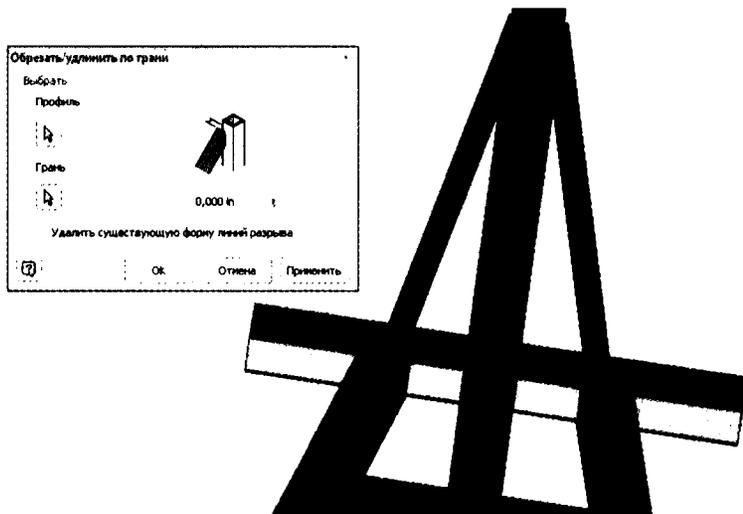

Рис. 11.9. Выбор плоскости, по которой будут обрезаны части рамы
4. Щелкните плоскость, которую пересекают выбранные элементы, как показано на рис. 11.9, затем нажмите **ОК**.